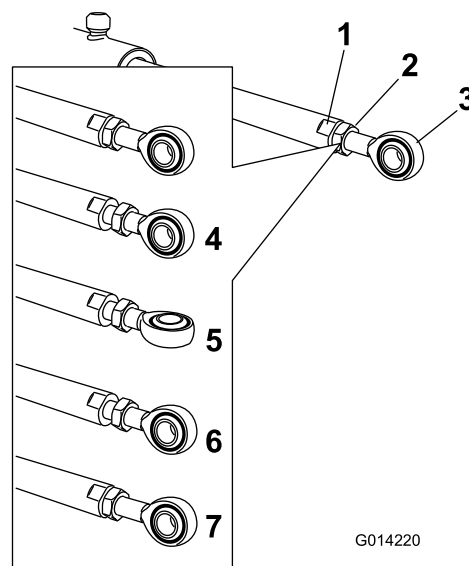

図 93
5. アクチュエータロッドの平たい面にスパナをあてがって回転しないように押さえ、ジャムナットをゆるめて、アイレットロッドを回せるようにする 図 93。
6. アイレットロッドを回転させてアクチュエータを希望の長さに調整する 図 93。